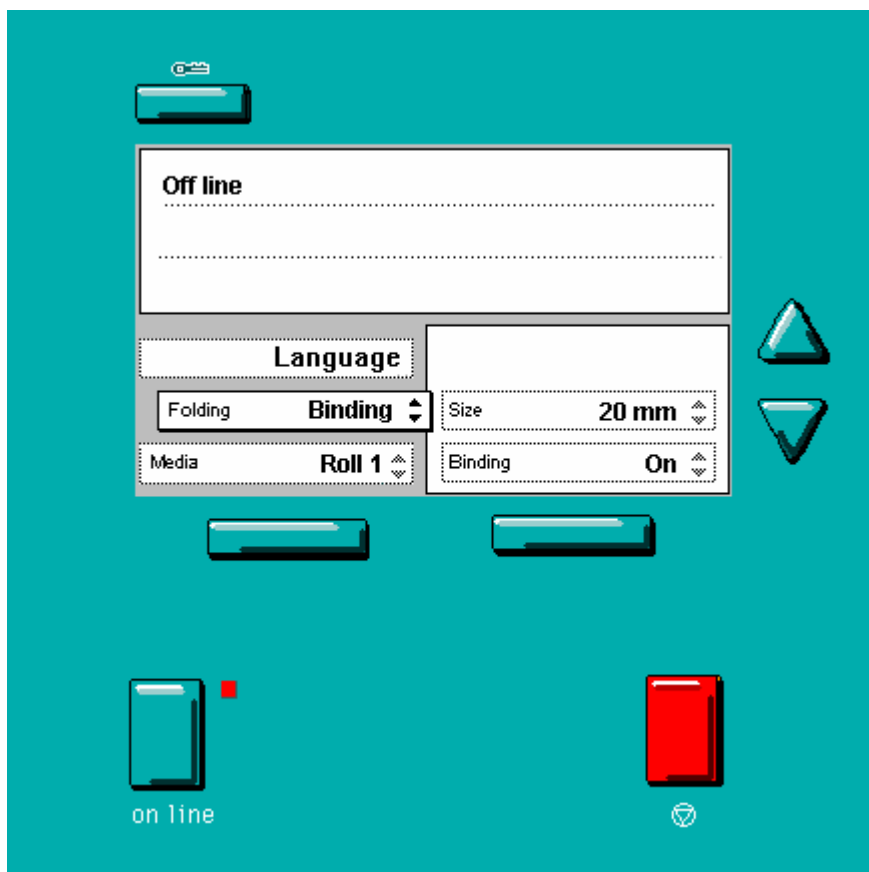

Рисунок 6: Панель управления в автономном режиме
1. Нажмите на кнопку On line (Работа в системе) на панели управления плоттера, чтобы перевести плоттер в автономный режим. В окне, где выводятся данные о состоянии системы, появится сообщение Off line (Автономный режим). (Смотрите рисунок 6 на странице 24).
1. Нажмите на кнопку «On line» (Работа в системе) на панели управления плоттера, чтобы перевести плоттер в автономный режим. В окне, где выводятся данные о состоянии системы, появится сообщение «Off line» (Автономный режим) (смотрите рисунок 6 на странице 24).